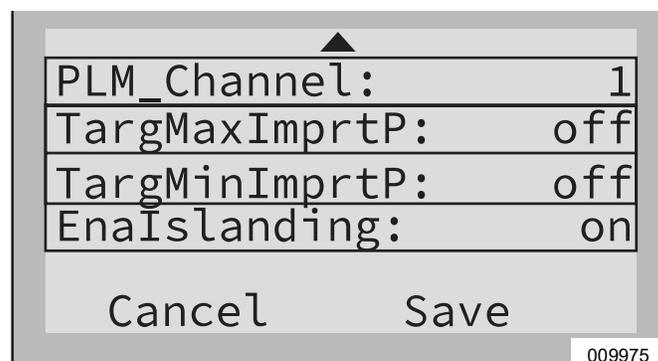

Figura 3-13. Menú Mod. Settings
- Consulte la Figura 3-13. Use las flechas hacia arriba y hacia abajo para desplazarse a través de los ajustes disponibles.